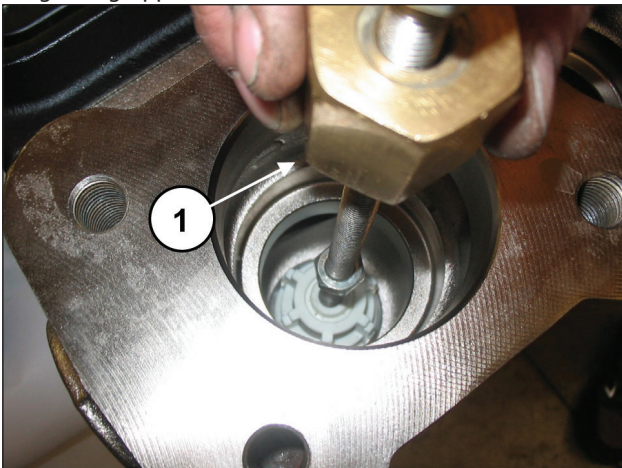

Abb. 94
Setzen Sie einen Schlagabzieher an der Bohrung M10 der Ventilführung (Pos. ①, Abb. 94) an und entfernen Sie die Saugventilgruppe.